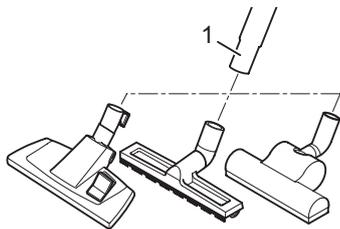
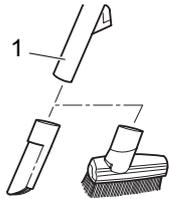

Abb. 9
Abb. 10
2. Falls erforderlich, ziehen Sie die aufgesetzte Düse vom Teleskoprohr (Abb. 9/1) ab.
3. Stecken Sie die gewünschte Düse je nach Bedarf auf das untere Ende des Teleskoprohrs (Abb. 9/1) oder des Handgriffs (Abb. 10/1).